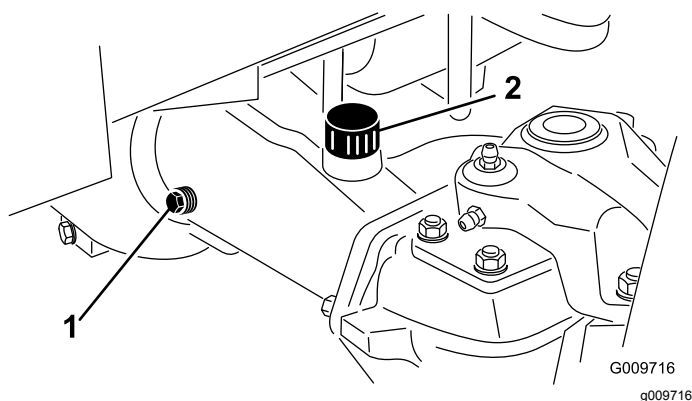

Figura 58
2. Retire o tampão de verificação de uma extremidade do eixo e certifique-se de que existe lubrificante até ao fundo do orifício (Figura 58).